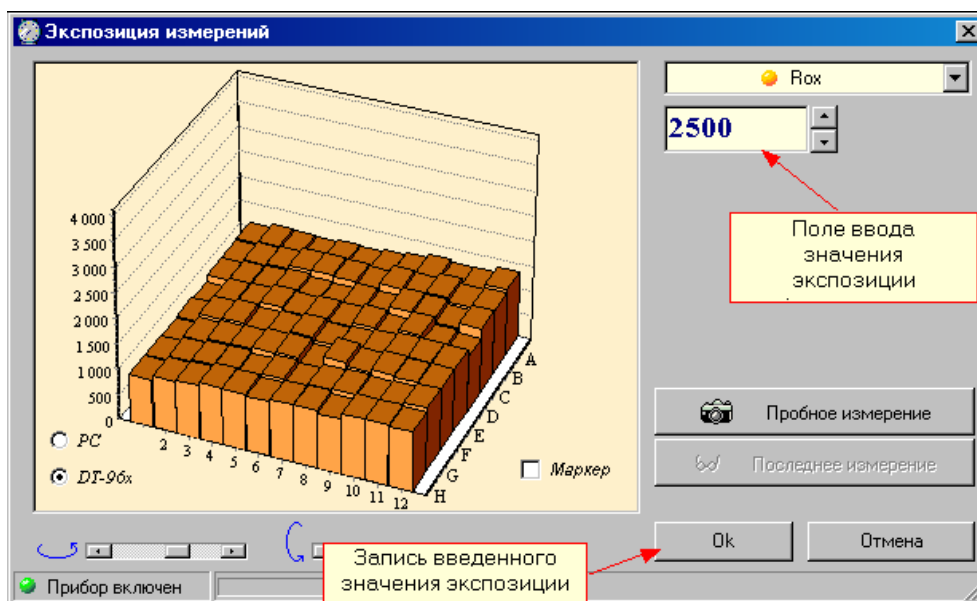

Рис. 23. Окно настройки экспозиции оптических измерений.
**Внимание!** Заводские параметры экспозиции оптических измерений являются оптимальными для работы с наборами реагентов ООО «НПО ДНК-Технология» и подходят для большинства стандартных приложений. Изменение экспозиции требуется лишь в случае существенного отличия используемых реактивов от стандарта. Окно установки экспозиции оптических измерений показано на Рис.23.